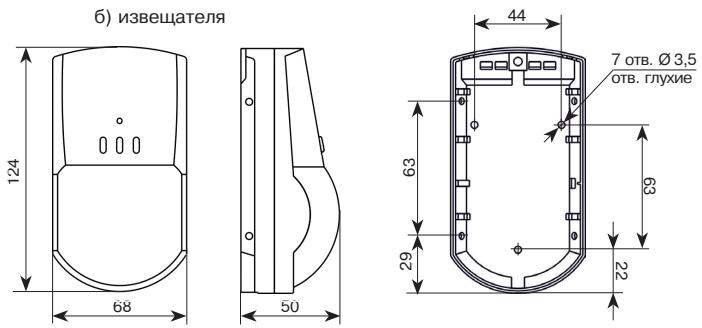

Рисунок 4 – Габаритно-установочные размеры
- Снимите крышку извещателя (6) с основания (1), отжав при помощи отвертки фиксатор крышки (8) через отверстие, расположенное в нижней части основания извещателя.
- При установке извещателя без кронштейна необходимо снять печатную плату (5), отжав фиксатор крепления платы (7).
- Просверлите в основании извещателя отверстия (2), которые будут использоваться для прокладки проводов и крепления извещателя.
- Выбрав место установки, проведите разметку отверстий для крепления извещателя с учетом положения отверстий в основании извещателя (кронштейне), просверлите отверстия в стене (рисунок 4).